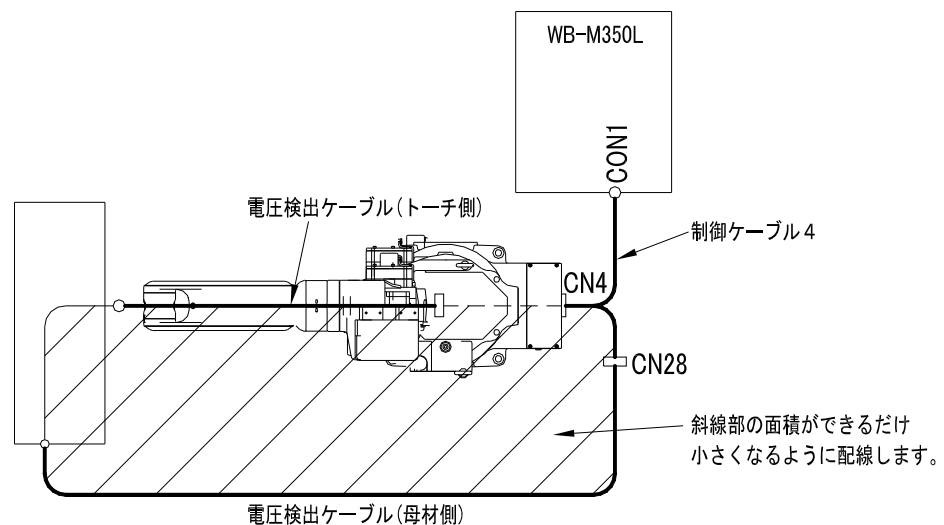

図 2.1.8 電圧検出ケーブル(母材側)の配線
(1) 電圧検出ケーブル(母材側)の接続
- 図 2.1.8の斜線部の面積ができるだけ小さくなるように、トーチ(トーチ側の電圧検出ケーブル)と電圧検出ケーブル(母材側)をできるだけ沿わせて配線します。